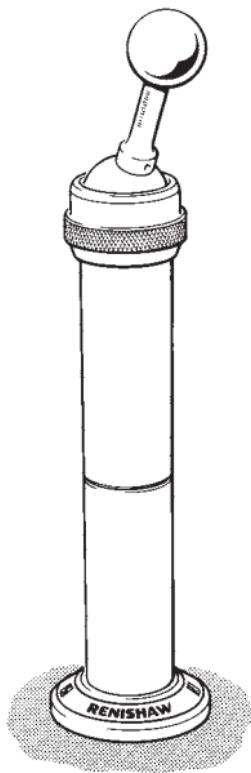

Figura 9 - Sfera di calibrazione universale
8.3 Sfera di calibrazione universale (Vedi Figura 9)